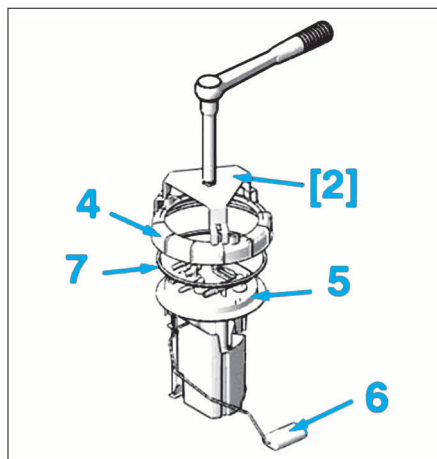

FIG. 31
- A l'aide de l'outil [2], ou équivalent, déposer la bague (4) (Fig.31).
- Déposer le joint (7).
- Déposer la jauge (5) en prenant garde à ne pas détériorer le bras du flotteur (6).